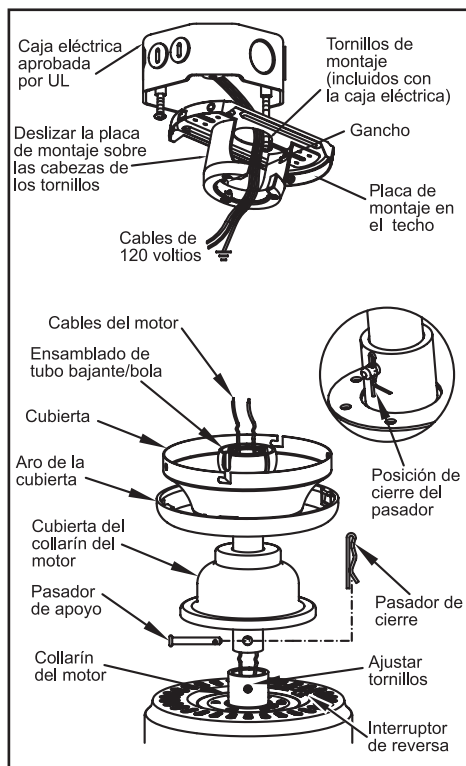

Figura 7
4. or. Inserta los cables a través de la cubierta y luego a través del ensamblado del tubo bajante y la bola (Figura 7).
(Figura 7). Inserta con cuidado el pasador de apoyo a través de los orificios del collarín y del tubo bajante. Ten cuidado no apretarlo contra el cableado dentro del tubo bajante. Inserta el pasador de cierre en el orificio cercano al extremo del perno hasta que quede encajado en su posición como se muestra en el círculo de la Figura 7.
1. Pasa los cables de suministro de 120 voltios a través del orificio central de la placa de montaje del techo como se muestra en la Figura 7.
2. Instala la placa de montaje del techo en la caja eléctrica deslizando la placa de montaje sobre los dos tornillos provistos con la caja eléctrica (Figura 7). Si es necesario, usa arandelas niveladoras (no incluidas) entre la placa de montaje y la caja eléctrica. Nota que el lado plano del soporte de montaje está hacia la caja eléctrica (Figura 7).
Este ventilador se envía desde la fábrica con el interruptor de reversa posicionado para hacer circular el aire hacia abajo. Si deseas dirigir la corriente de aire en la dirección contraria, apaga el ventilador y espera que las aspas se detengan, luego desliza el interruptor de reversa (ubicado en la caja de interruptores, consulta la Figura 7 de la página 5) hacia la dirección opuesta y luego vuelve a prender el ventilador. Las aspas del ventilador girarán en sentido contrario y reverterán la dirección de la corriente de aire.